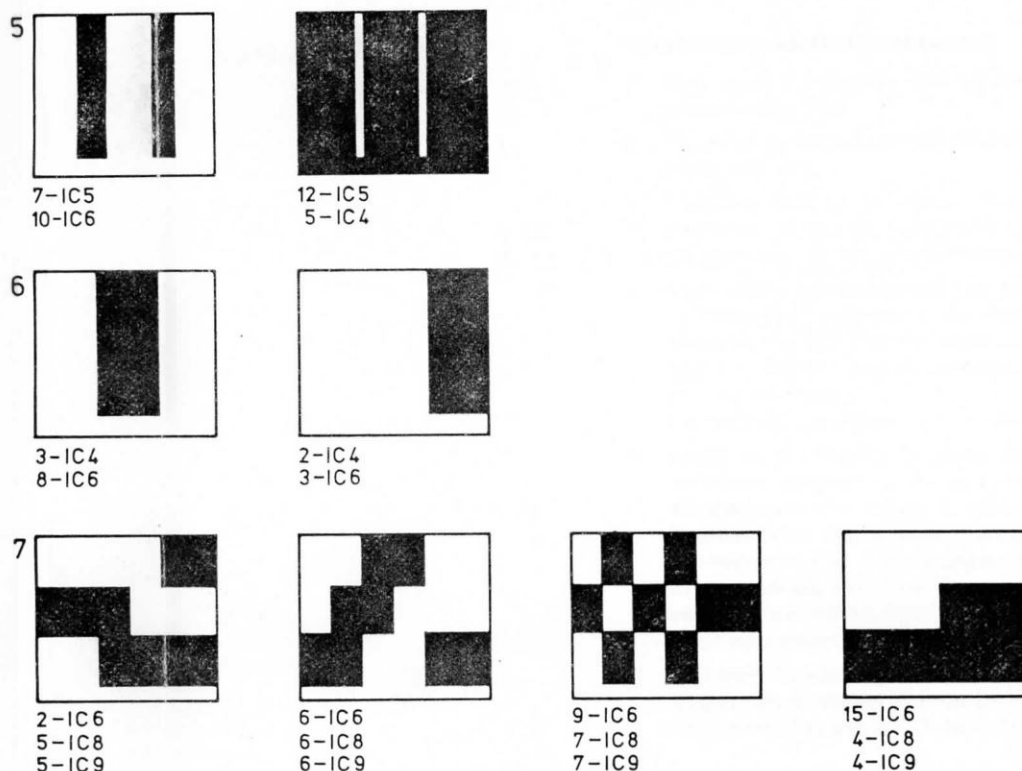

Fig. 1
Collegare una sonda, di un oscilloscopio a doppia traccia con la possibilità di ritardo sulla base dei tempi, all'uscita video del generatore facendo in modo che si renda visibile il segnale di sincronizzazione di quadro (vedi Fig. 1).
Regolare R142 sino a che il fronte discendente dell'impulso al punto 13 di IC1 assuma la posizione mostrata in Fig. 1.
5. When transferring the test probe (connected sub 2) successively to the points indicated in Fig. 1, a defined pattern will be displayed on the screen. The pattern are also shown in Fig. 1.
6. Using Fig. 1, it is possible to measure the incoming and outgoing signals of the binary counters IC4-IC5 and the adder IC6.
5. Dès que la sonde de mesure est reliée sous le point 2 et successivement est maintenue sur les points donnés en Fig. 1, une mire déterminée apparaît sur l'écran.
Les mires sont toutes données à la Fig. 1. L'image TV est représentée par du blanc alors que le télétexte est en noir.
6. A l'aide de la Fig. 1 on peut désormais mesurer les signaux d'entrée et de sortie des compteurs binaires IC4-IC5 ainsi que du circuit de comptage IC6.
5. Zodra nu de meetpen, aangesloten onder punt 2, achtereenvolgens op de punten gehouden wordt die aangegeven zijn in Fig. 1, verschijnt op het beeldscherm een bepaald patroon. De patronen zijn eveneens in Fig. 1 weergegeven.
6. Met behulp van Fig. 1 kunnen nu de in- en uitgaande signalen van de binaire tellers IC4-IC5 en de optelschakeling IC6 gemeten worden.
5. Sobald nun der Messstift (siehe 2.) nacheinander an den Bild 1 enthaltenen Anschlüssen gehalten wird, erscheint am Bildschirm ein bestimmtes Muster. Die Muster sind auch in Bild 1 enthalten. In den Abbildungen dieses Bildes wird ein Fernsehbild durch einen weissen Teil und ein Videotextbild durch einen schwarzen Teil dargestellt.
6. Anhand von Bild 1 lassen sich nun die eingehenden und ausgehenden Signale der Binärzähler IC4-IC5 und der Addierschaltung IC6 messen.
Apply to the set a signal of the PM5519. Connect one channel to a double beam oscilloscope with delayed time base to the video output of the generator and make the frame synchronisation signal visible (see Fig. 1). Connect the other channel to point 13 of IC1. Adjust R142 until the leading edge of the pulse on point 13 of IC1 appears on the position as shown in Fig. 1.
5. Dal momento che la sonda di misura viene collegata sotto al punto 2 e successivamente mantenuta sui punti di cui alla Fig. 1, un segnale definito appare sullo schermo.
I segnali vengono tutti definiti in Fig. 1.
6. Grazie alla Fig. 1 si può ormai misurare i segnali in ingresso e in uscita dei contatori binari IC4-IC5 così come quelli del circuito sommatore.